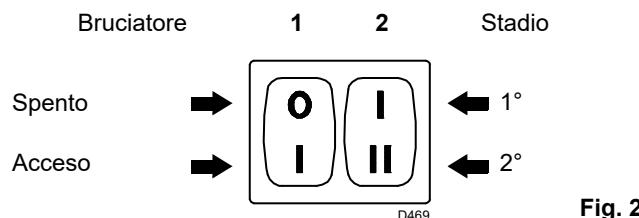
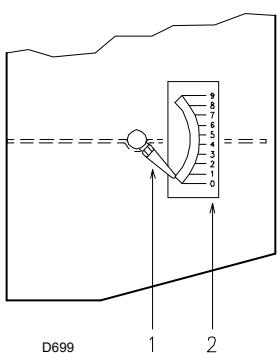
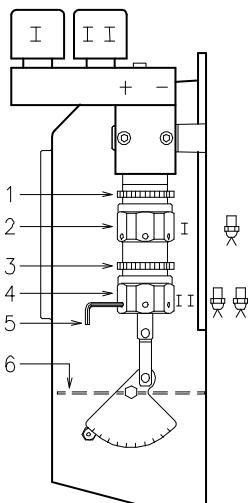

Fig. 22
Fig. 23
Fig. 24
- Quando il gasolio fuoriesce dalla vite 3) la pompa è innescata. Fermare subito il bruciatore: interruttore 1) (Fig. 22 pag. 19) in posizione "SPENTO" ed avvitare la vite 3).
- Avviare il bruciatore chiudendo i telecomandi e con l'interruttore 1) (Fig. 22 pag. 19) in posizione "ACCESO". La pompa deve girare nel senso della freccia riportata sul coperchio.
Mettere l'interruttore 1)(Fig. 22) in posizione "ACCESO".
Mantenere il bruciatore funzionante in 1° stadio mettendo l'interruttore 2)(Fig. 22) in posizione 1° stadio. L'apertura della serranda 6)(Fig. 24) va proporzionata all'ugello scelto: l'indice 1)(Fig. 23) deve trovarsi in corrispondenza della tacca 2)(Fig. 23) indicata nella Tab. E. La regolazione si ottiene ruotando l'esagono 2)(Fig. 24):
tacca 2,3 (Fig. 23) in corrispondenza con l'indice 1).
N° = Tacca 2) (Fig. 23)
Mettere l'interruttore 2) (Fig. 22 pag. 19) in posizione 2° stadio e regolare la serranda 6) (Fig. 24) agendo sull'esagono 4) (Fig. 24), dopo aver allentato la ghiera 3) (Fig. 24).
per facilitare la regolazione degli esagoni 2) e 4) (Fig. 24), servirsi della chiave esagona da 3 mm 5) (Fig. 24).